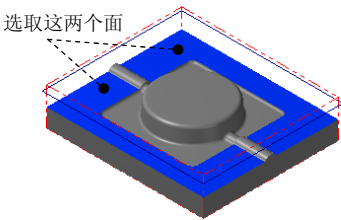

图 12.17 选取加工面
(1) 在图形区中选取图 12.17 所示的面，然后按 Enter 键，系统弹出“刀具路径的曲面选取”对话框。